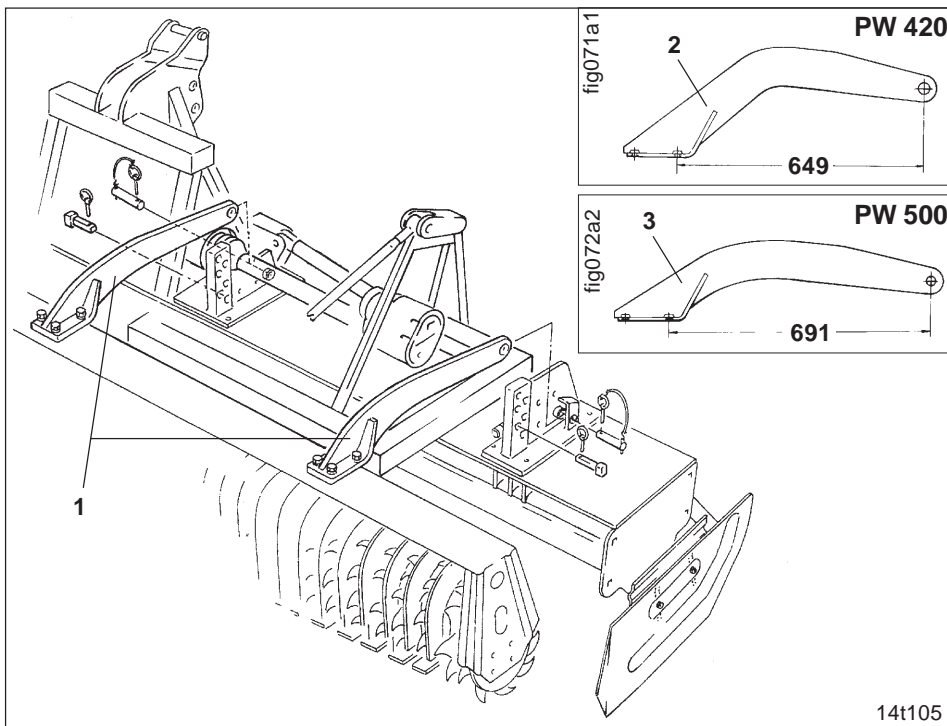

Fig. 7.1
Jede Walze ist mit 2 Tragarmen (Fig. 7.1/1) am KG 602-2 zu befestigen.
- Zahnpackerwalzen PW 420 mit den Tragarmen (Fig. 7.1/2)
- Zahnpackerwalzen PW 500 mit den Tragarmen (Fig. 7.1/3)